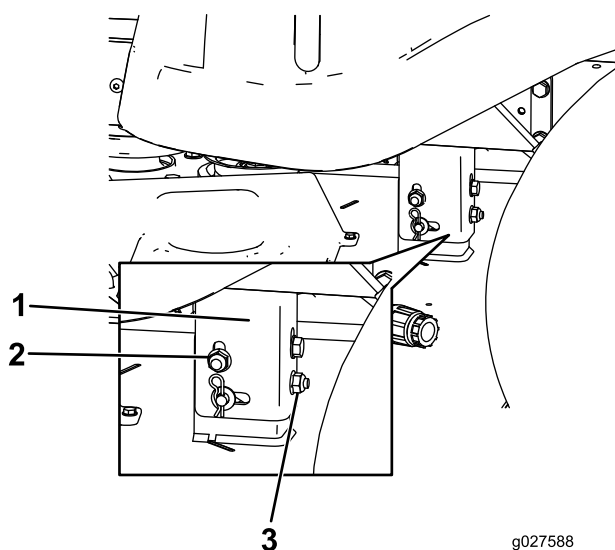

Figura 66
8. Eleve ou desça o lado esquerdo da plataforma do cortador rodando a porca traseira (Figura 66).
relógio para descer a plataforma do cortador. (Figura 66).